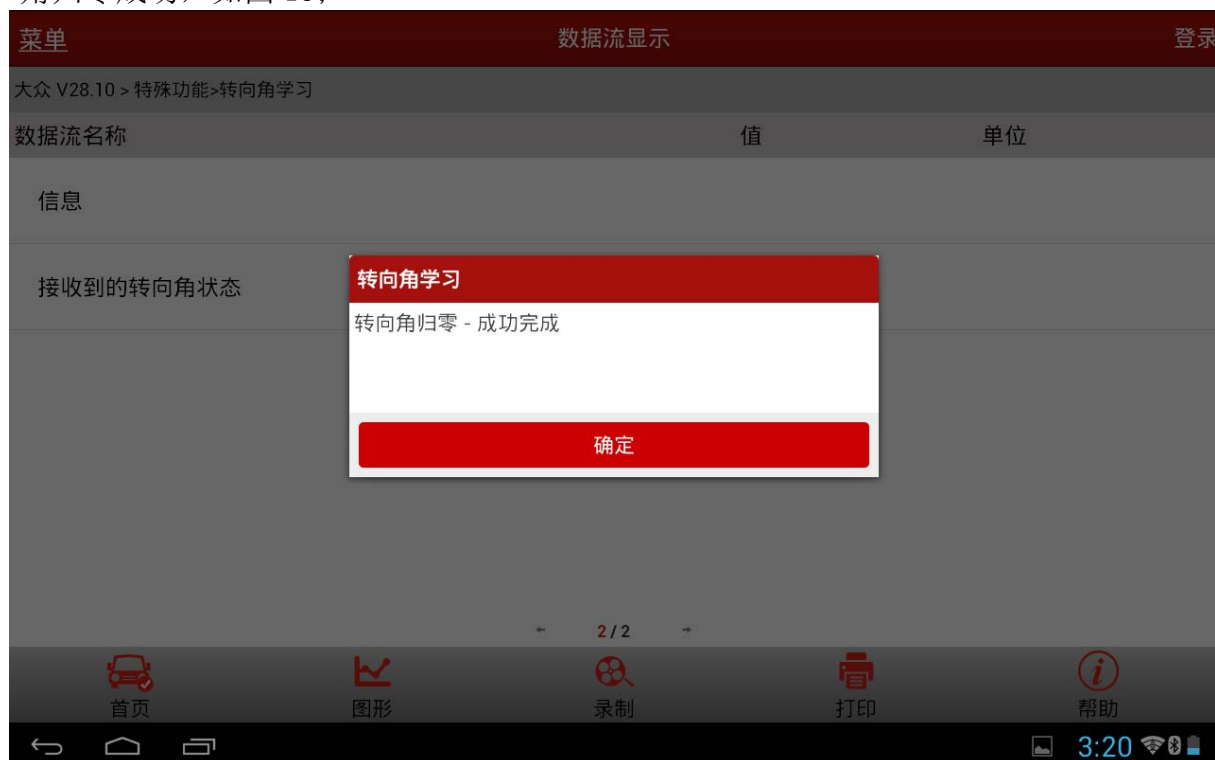

图 15
- 9). 在显示结果中,“接收到的转向角状态”数据流值由“运行中”变为“正确完成”,则转向角归零成功,如图 15;